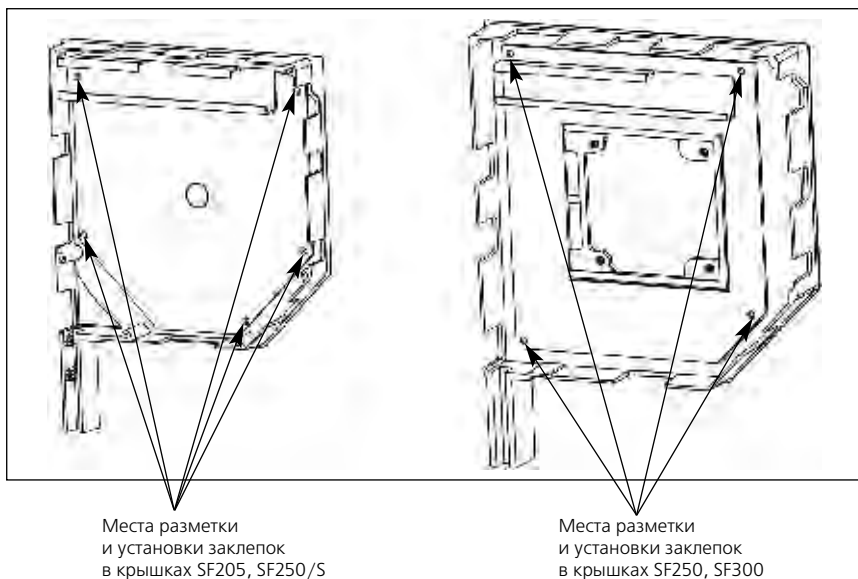

Рис.2.1 Разметка мест для просверливания отверстий и установки заклепок.
- приложить неподвижную пластину к тыльной стороне крышки боковой (рис.2.1);
- разметить места под сверление (рис.2.1);